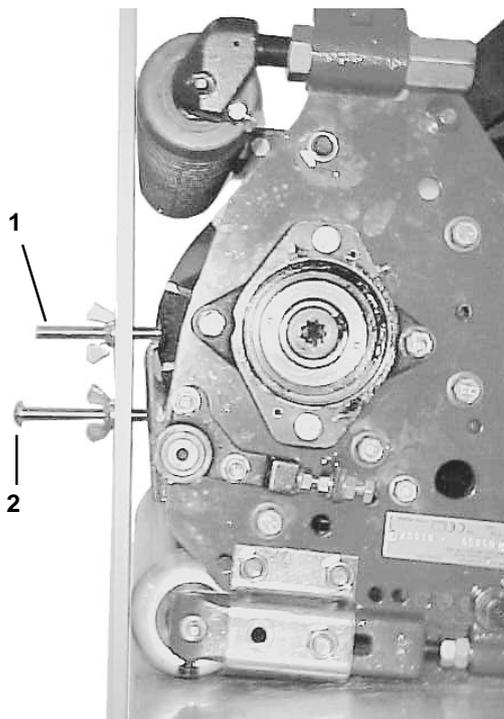

Bild 13
4. Legen Sie beim vertikal gekippten Schneidwerk die Meßlehre über die vorderen und hinteren Walzen. Der erste Schraubenkopf muß dabei eng über die Kante des Untermessers passen. Das Ende der zweiten Schraube muß die Unterseite des Untermessers (Bild 13) berühren. Wenn zwischen der vorderen Walze und der Meßlehre ein Abstand entsteht, senken Sie die vordere Walze so weit ab, bis sie die Meßlehre berührt. Kontrollieren Sie die vordere Walze (Neigung) an beiden Enden des Untermessers.